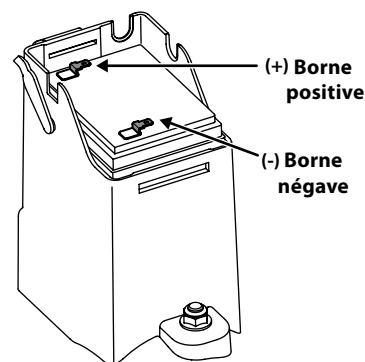

Figure 4-8
3. Installez la batterie neuve. Branchez d'abord le câble positif (rouge) à la borne positive de la batterie, puis le câble négatif (noir) à la borne négative. Voir Figure 4-8.